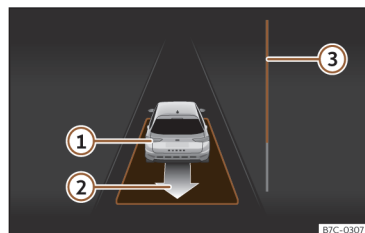

Fig. 175 En la pantalla del cuadro de instrumentos: desaparcar de un hueco en línea.
- Retroceda hasta que suene la señal continua del ParkPilot; **O BIEN:** dé marcha atrás hasta que en la pantalla del cuadro de instrumentos aparezca la indicación de dar marcha adelante. La barra de progreso >>> **fig. 175 ③** indica la distancia que hay que recorrer >>> **pág. 279.**